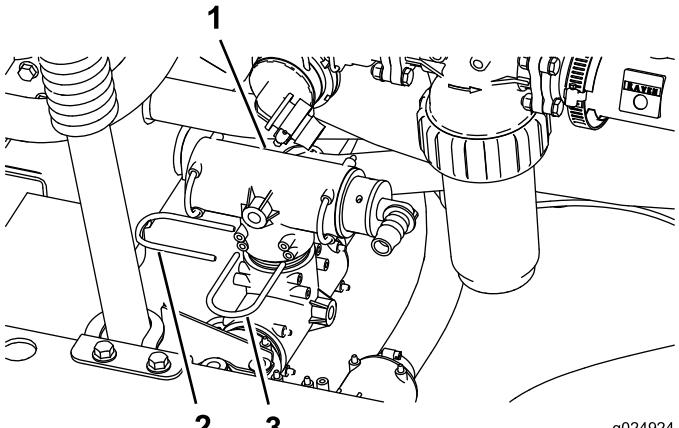

Figura 25
- Instale el conjunto de acoplamiento en T en el acoplamiento de montaje del lado inferior izquierdo de la parte trasera de la máquina (Figura 25).